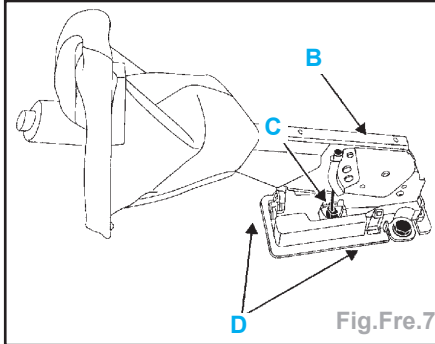

Fig.Fre.7
- Dégager le câble (B) (Fig.Fre.7).